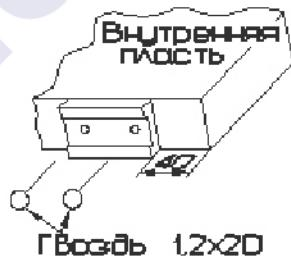

Рис.1
- На нижние кромки боков и цоколей закрепить с помощью гвоздей 1,2x20 под пятники (рис.1).